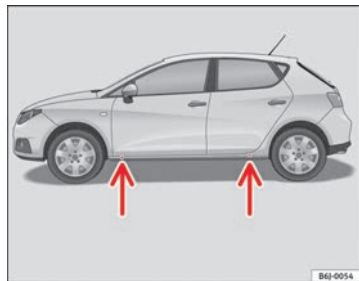

Fig. 138 Pontos de recepção do macaco
- Procure na longarina inferior o ponto de apoio mais próximo do pneu furado ⇒ Fig. 138.
Na longarina inferior estão assinalados os pontos em que o macaco pode ser aplicado ⇒ Fig. 138. Só existe um local previsto para cada pneu. O macaco não deve ser aplicado noutros pontos.